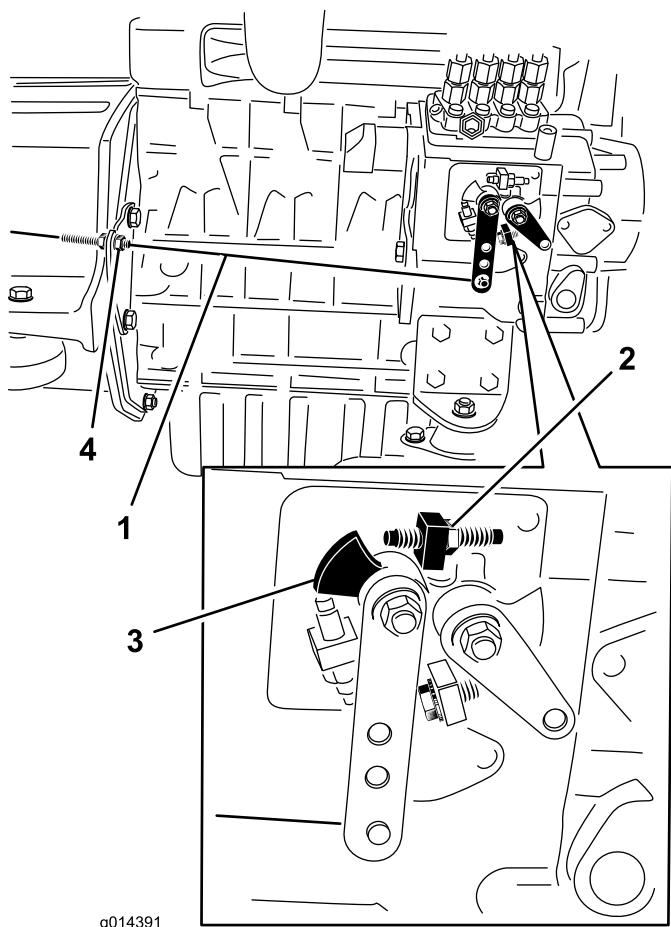

Рисунок 46
2. Проверьте положение рычага переключения скоростного диапазона на топливном насосе. Когда рычаг дроссельной заслонки находится в положении FAST (фиксированном), рычаг переключения скоростного диапазона должен касаться винта высоких оборотов (Рисунок 46).
3. При необходимости положение зажимных гаек тросика дроссельной заслонки можно отрегулировать так, чтобы рычаг переключения скоростного диапазона касался винта высоких оборотов, когда рычаг дроссельной заслонки находится в положении FAST (фиксированном) (Рисунок 46).